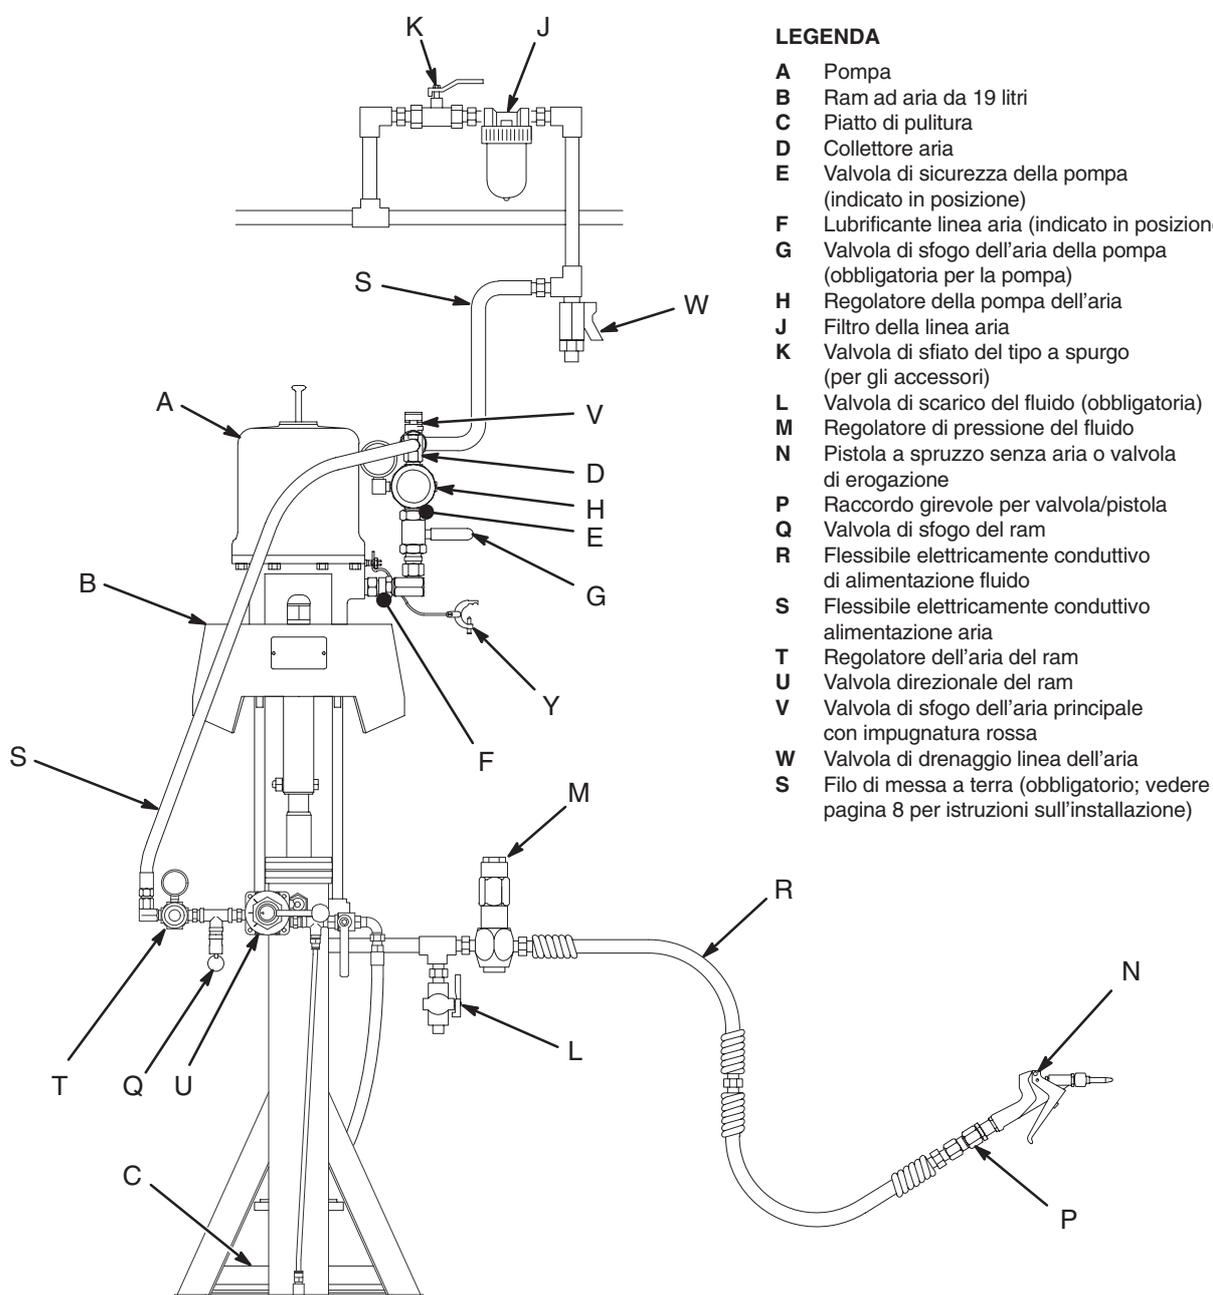

Fig. 1
Installare i seguenti accessori nelle posizioni riportate nella Fig. 1 utilizzando gli adattatori se necessario:
Se si installa la pompa sul ram (B), fare riferimento al manuale fornito con il ram per l'installazione e le istruzioni operative. Il ram mostrato nella Fig. 1 è un ram con secchio da 19 litri, utilizzato con un piatto di pulitura (C). Il ram mostrato include un regolatore per l'aria (T). Richiede inoltre un flessibile di alimentazione dell'aria (S) e un manicotto dell'aria (D), che divide l'alimentazione dell'aria in linee separate per la pompa ed il ram.